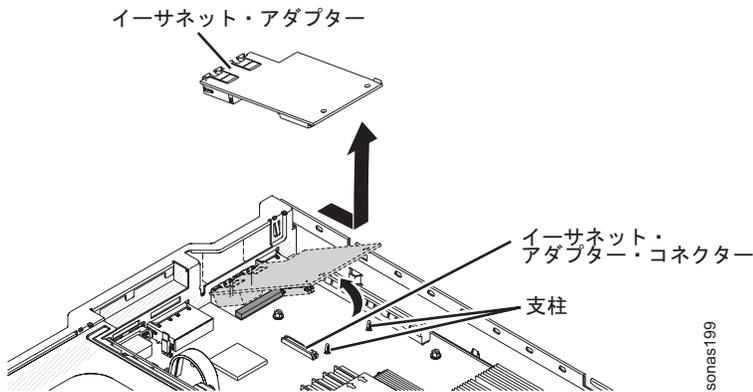

図 12. イーサネット・アダプターの取り外し
6. イーサネット・アダプターをつかんで、システム・ボード上の支柱およびコネクタから外します。次に、イーサネット・アダプターをスライドさせて、シャーシ背面のポート開口部から取り出し、サーバーから取り外します。136 ページの図 12 を参照。